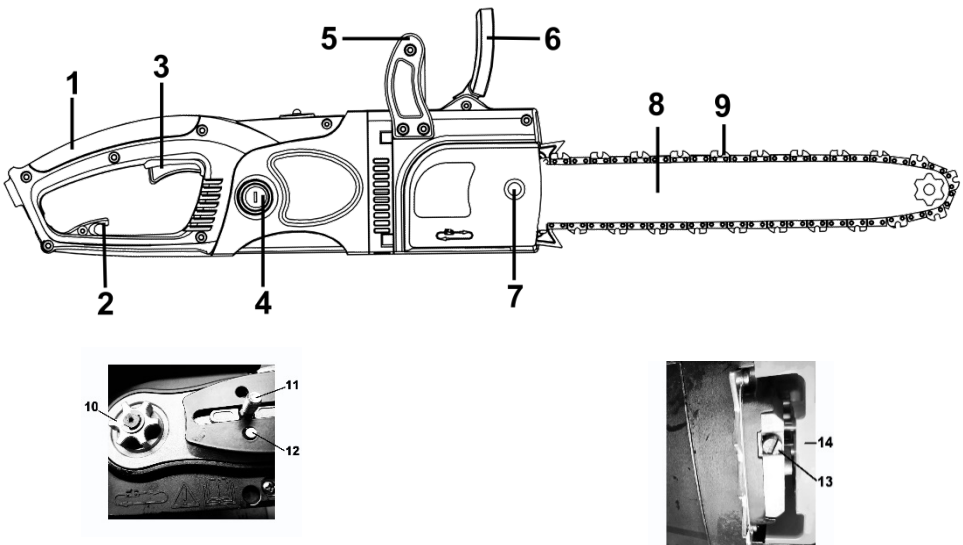

Рисунок 1
пиляльної гарнітури у складі шини (8), пиляльного ланцюга (9), однофазного колекторного двигуна з подвійною ізоляцією, який встановлений по «подовжній» схемі – вісь двигуна паралельна осі виробу, при цьому рух на приводну шестерню (10) ланцюга передається під кутом 90° через конічний редуктор; системи зчеплення з відцентровою муфтою та гальмами, – згідно рис. 1.
4.1.1 Для увімкнення виробу натисніть на кнопку блокування від випадкового ввімкнення (розташована з лівого боку основної рукоятки), а потім на важіль перемикача (3) (рис. 1). Для відключення виробу слід важіль відпустити.